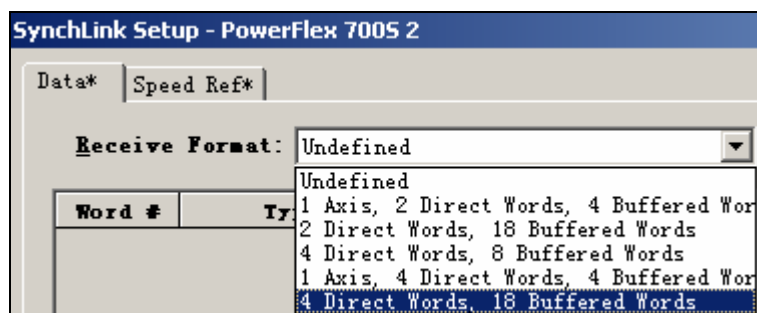

图 6-33 选择 # 2 变频器的接收格式
21) 因为我们配置的是#2 变频器，所以我们只需要配置 SynchLink 中数据的接收，无需配置数据的发送。点击 Receive Format 的下拉键，会出现如图 6-33 所示的接收格式选择菜单，这里我们选择 4 Direct Words 和 18 Buffered Words。